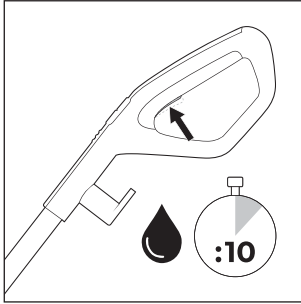
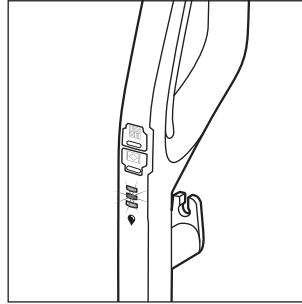

Abb. 14
Abb. 15
- ◆ Halten Sie vor jedem Gebrauch den Schalter Reinigungslösung  **15** für ca. 10 Sekunden gedrückt, um die Bürstenrolle **6** mit Reinigungslösung betriebsbereit zu machen (siehe Abb. 14). Die Anzeige Reinigungslösung  **12** blinkt abwechselnd blau auf, wenn der Schalter Reinigungslösung  **15** gedrückt gehalten wird (s. Abb. 15).